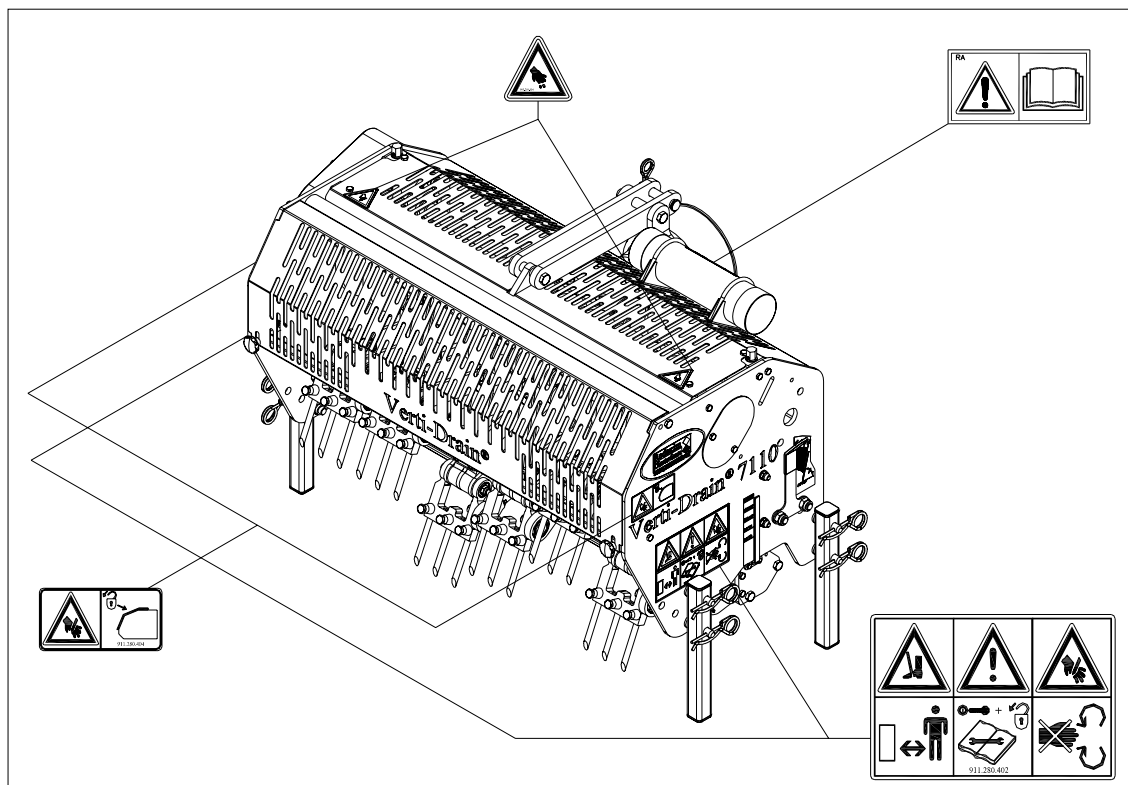

Fig. 7
(7) Mise en place des autocollants de sécurité. (Fig. 7)